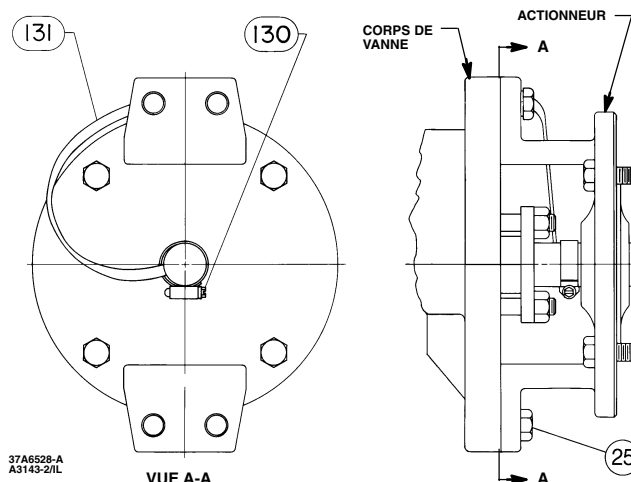

Figure 6. Tresse de conductivité arbre-corps de vanne en option
4. Fixer la tresse de conductivité (n° 131, figure 6) sur l'arbre avec la bride (n° 130, figure 6).